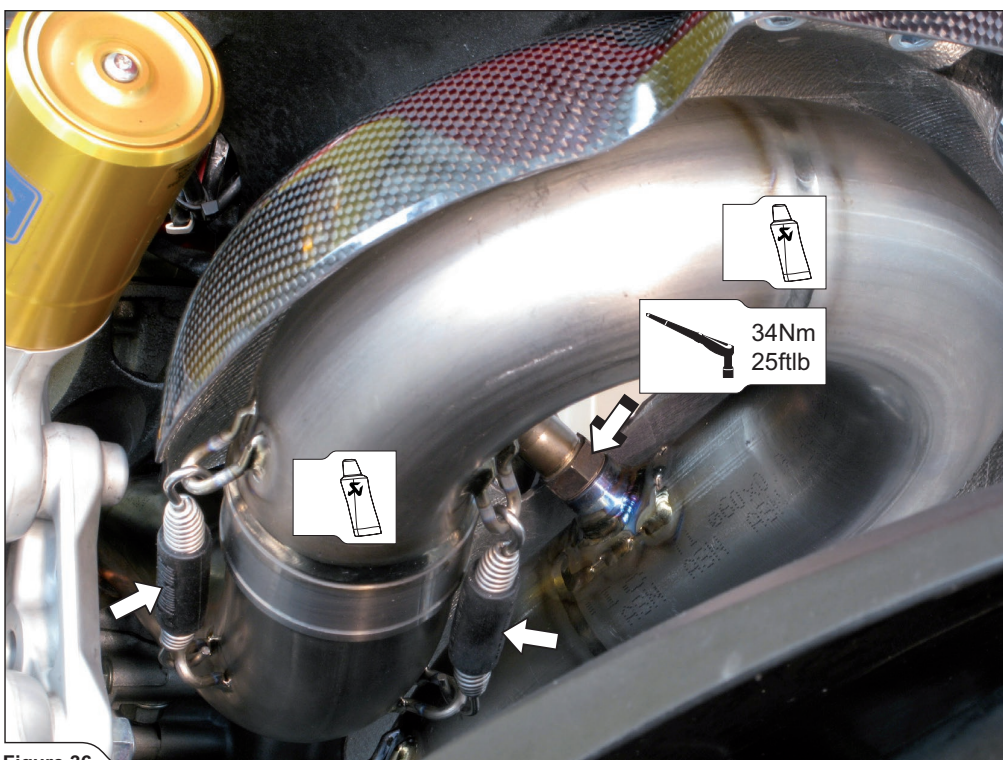

Figure 36
8. Faire coulisser le tuyau de raccordement avant sur le collecteur, accrocher le ressort et serrer la sonde lambda (Figure 36).
8. Das hintere Verbindungsrohr auf den Krümmer schieben, die Federn anschließen und die Lambdasonde anziehen (Figure 36).